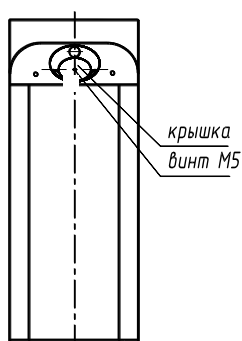
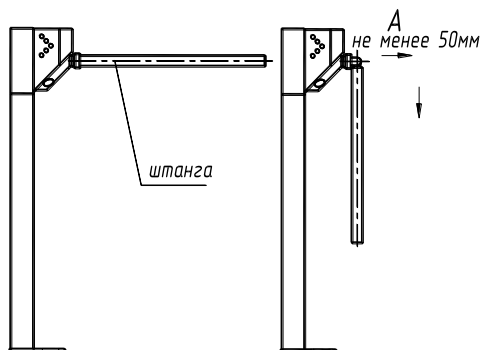

Рис.1
Рис.2
6.4 Установите штанги. Для этого снимите крышку поворотного механизма, открутив винт М5 (рис.1). Закрепите штанги болтами М10, входящими в комплект штанг. Для перевода штанги «антипаника» в положение «проход открыт» оттяните штангу в направлении А (от турникета) на 50-80мм и поверните ее вниз (рис.2). Время открытия штанги «антипаника» составляет 1-3с. Закройте место крепления штанг крышкой.